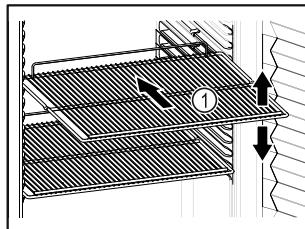

Fig. 59 Ilustratīvs attēlojums
- Ja novietošanas rezģi Fig. 59 (1) ir novirzāmi, pielāgojiet tos pēc augstuma.